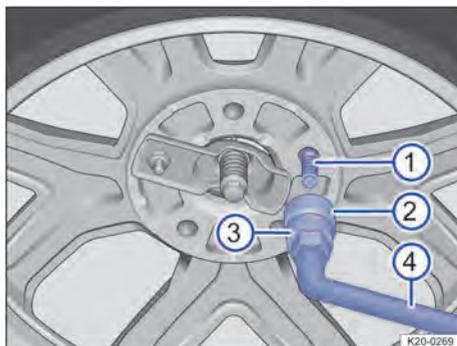

Fig. 204 Colocar o dispositivo antifurto
6. Verificar se o pino rosca do dispositivo antifurto → Fig. 204 ① é inserido por um furo para os parafusos de roda.
1. Girar manualmente no sentido horário a porca de segurança → Fig. 204 ② com o adaptador do dispositivo antifurto → Fig. 204 ③ da caixa de ferramentas no pino rosca do dispositivo antifurto → Fig. 204 ①.
2. Inserir o adaptador do dispositivo antifurto ③ e a chave de roda ④ na porca de segurança.
3. Apertar a porca de segurança com a chave de roda ④.